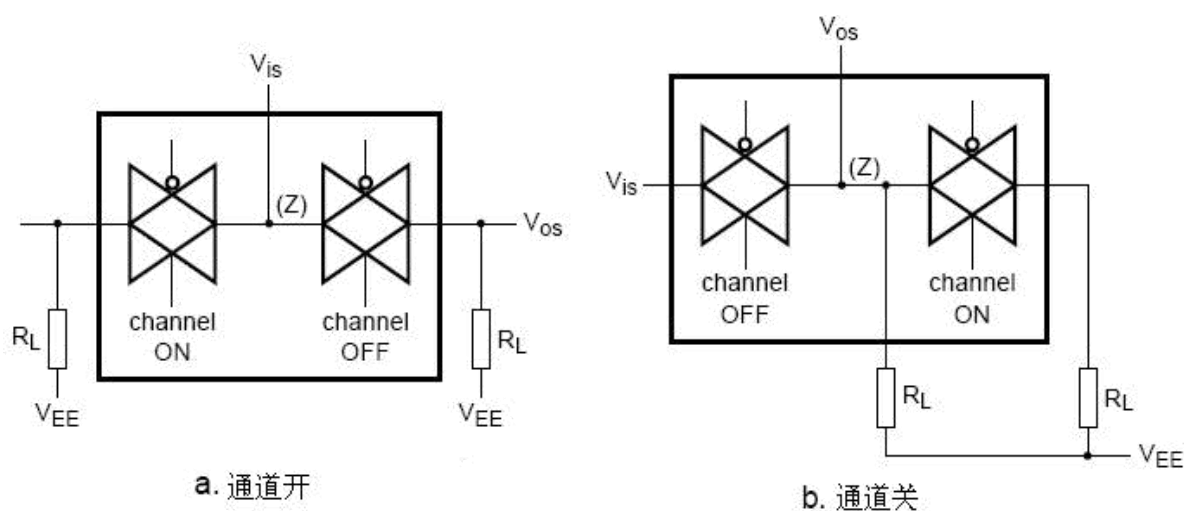

图 9、通道间串扰测试图
- 1、 $R_L = 1\text{ k}\Omega$; $20\log V_{os}/V_{is} = -50\text{ dB}$, 见图 9